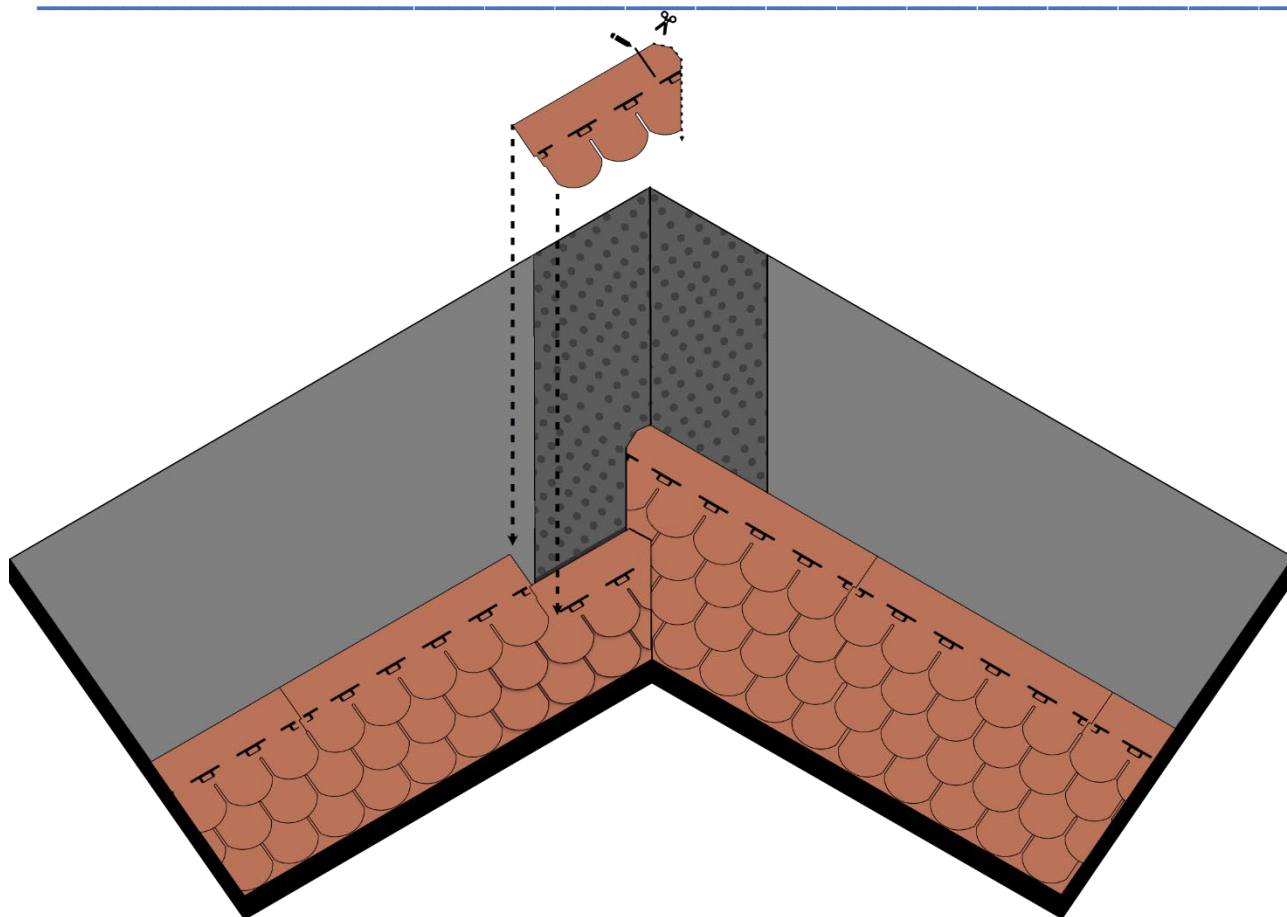

**Fig. 19** - Installazione elementi colmo a fiamma
- Applicare sul colmo una fascia di membrana bituminosa Safety EPP a fiamma - Fig. 19.
- Procedere con la posa degli altri elementi colmo in sequenza, lasciando una parte esposta di 10 cm tra un elemento e quello successivo, vedi Fig. 19.